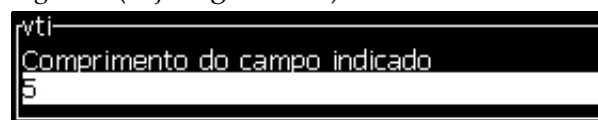

Figura 5-27: Caixa de diálogo Comprimento do campo digitado
- 8 Pressione a tecla *Enter* para abrir a janela *Comprimento do campo digitado* (veja Figura 5-27).